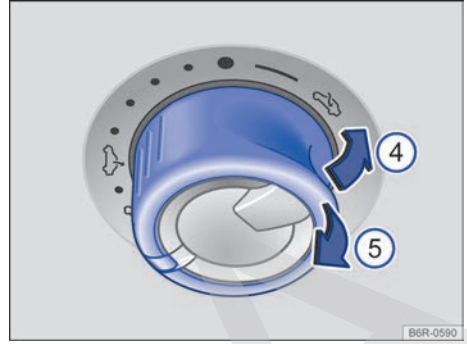

Fig. 73 En el revestimiento interior del techo: mando para ajustar la posición deflectora del techo de cristal.
- **Ajustar la posición deflectora hasta el tope:** presione brevemente la parte trasera del mando → **fig. 73 ④**.
- **Detener la función automática:** vuelva a presionar brevemente la parte trasera del mando → **fig. 73 ④** o vuelva a tirar brevemente de ella → **fig. 73 ⑤**.
- **Cerrar por completo:** tire brevemente de la parte trasera del mando → **fig. 73 ⑤**.
- Antes de que transcurran aprox. 5 segundos desde la activación de la función antiaprisionamiento, tire de la parte trasera del mando en el sentido de la flecha → fig. 73 ⑤ hasta que el techo se cierre por completo.